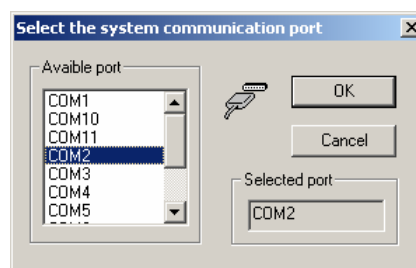

Рисунок 7 – Выбор COM-порта.
2.11. В отобразившемся диалоговом окне выберите последовательный порт ПК к которому подсоединен принтер (в примере COM2) и нажмите на кнопку «ОК» (см. рис. 7):